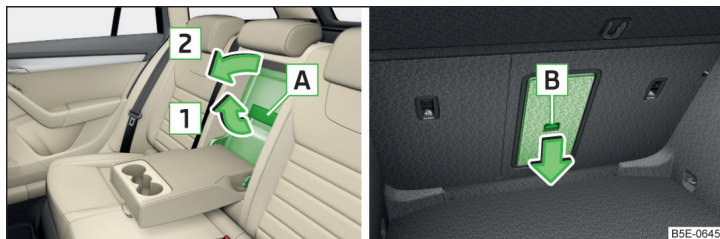

Fig. 90 Deschiderea capacului: din habitacul/din portbagaj
- Trageți mânerul **A** în sensul săgeții **1** și rabatați capacul în jos, în sensul săgeții **2** » fig. 90.
- Rabatați în jos cotiera din spate și capacul din spătar » fig. 90 la pagina 89.